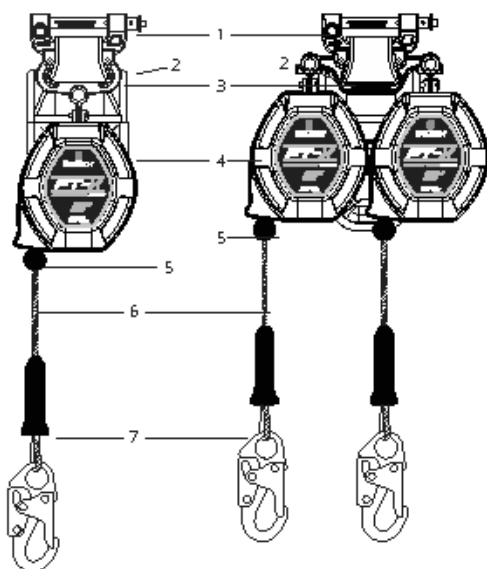

Figure 2 - À propos du bord d'attaque SRL-P de classe 2 FT-X Cable
Comme le montre la figure 2 ci-dessous, la FT-X Cable dispose d'un boîtier en nylon qui contient une corde de sécurité en câble métallique galvanisé enroulé sur un tambour à ressort. La corde de sécurité FT-X Cable est munie d'un arrêt de corde de sécurité et d'un connecteur d'extrémité de jambe. Lorsque l'utilisateur est attaché, la corde de sécurité s'étend et se rétracte avec le mouvement de l'utilisateur, maintenant automatiquement la corde de sécurité tendue. En cas de chute, un système de cliquet centrifuge s'enclenche, arrêtant le dévidage de la corde de sécurité. En cas de chute, le connecteur de la SRL du HCC se détachera du connecteur de cisaillement et l'absorbeur d'énergie (AE) intégral se déploiera, ralentissant et arrêtant progressivement la chute.